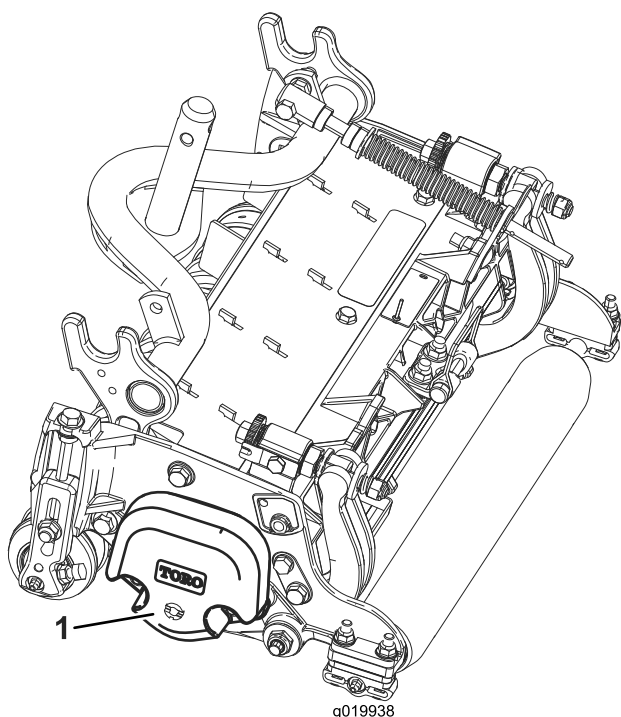

Figura 3
4. Asegúrese de que el contrapeso (Figura 3) está instalado en el extremo correcto de la unidad de corte, según lo indicado en el Manual del operador de la unidad de corte.